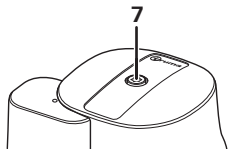
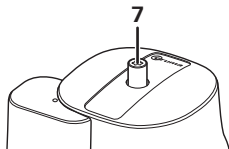

Figure 2a
Figure 2b
Le capteur de choc dispose d'un bouton de réinitialisation dont la position informe sur son statut : position « opérationnel » (figure 2a) ou position « non opérationnel » (figure 2b).
Pour la réinitialisation, presser fortement le bouton de réinitialisation jaune (7), le tourner légèrement dans le sens des aiguilles d'une montre et le maintenir enfoncé pendant 5 secondes et s'assurer qu'il reste en position « opérationnel » (figure 2a).
- Pousser à fond l'élément de déclenchement du capteur de choc (9) jusqu'à ce que le bouton de réinitialisation jaune (7) sorte, de manière à ce que le capteur de choc soit en position « non opérationnel » (figure 2b).
- Dévisser le capuchon à vis (10) du raccord de contrôle et raccorder la pompe de contrôle au raccord de contrôle avec le tuyau de contrôle.
- Presser le bouton de réinitialisation jaune (7), le tourner légèrement dans le sens des aiguilles d'une montre pendant 5 secondes et s'assurer qu'il reste en position « opérationnel » (voir figure 2a).
- Impérativement reposer le capuchon à vis (10) après chaque enlèvement.